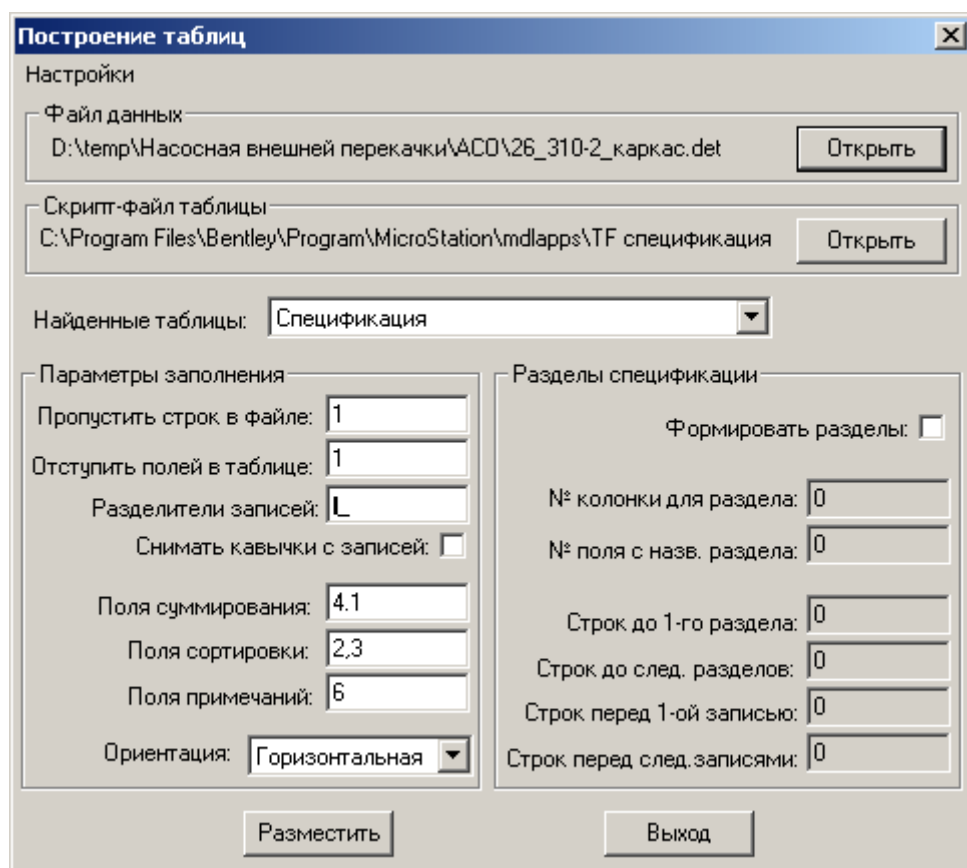

Рисунок 138
- Появится диалоговое окно *Построение таблиц* (Рисунок 138).